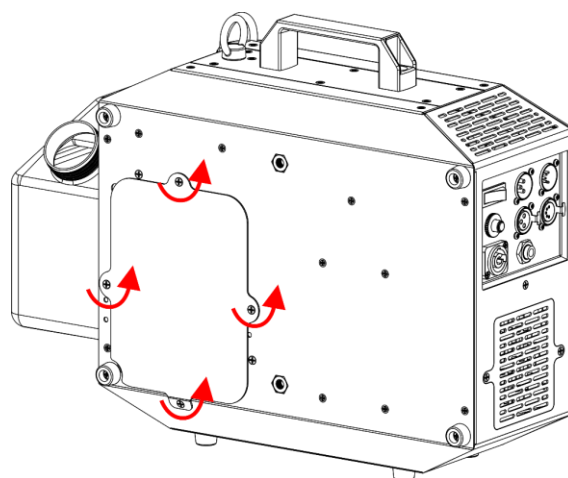

Fig. 13
08) Svitare le 4 viti della piastra metallica del serbatoio sul retro del dispositivo, come mostrato nella Fig. 13.